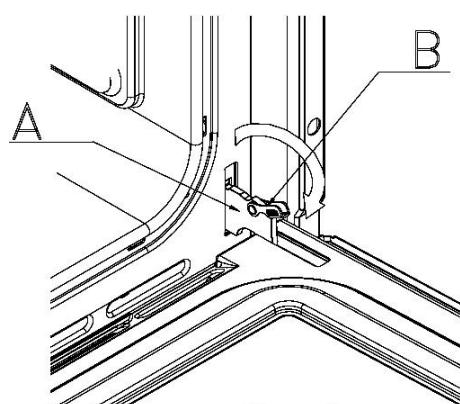

Рис. 5
**Не забудьте повернуть болты «B» в начальное положение, перед тем как закрыть дверцу. (Рис. 5).**